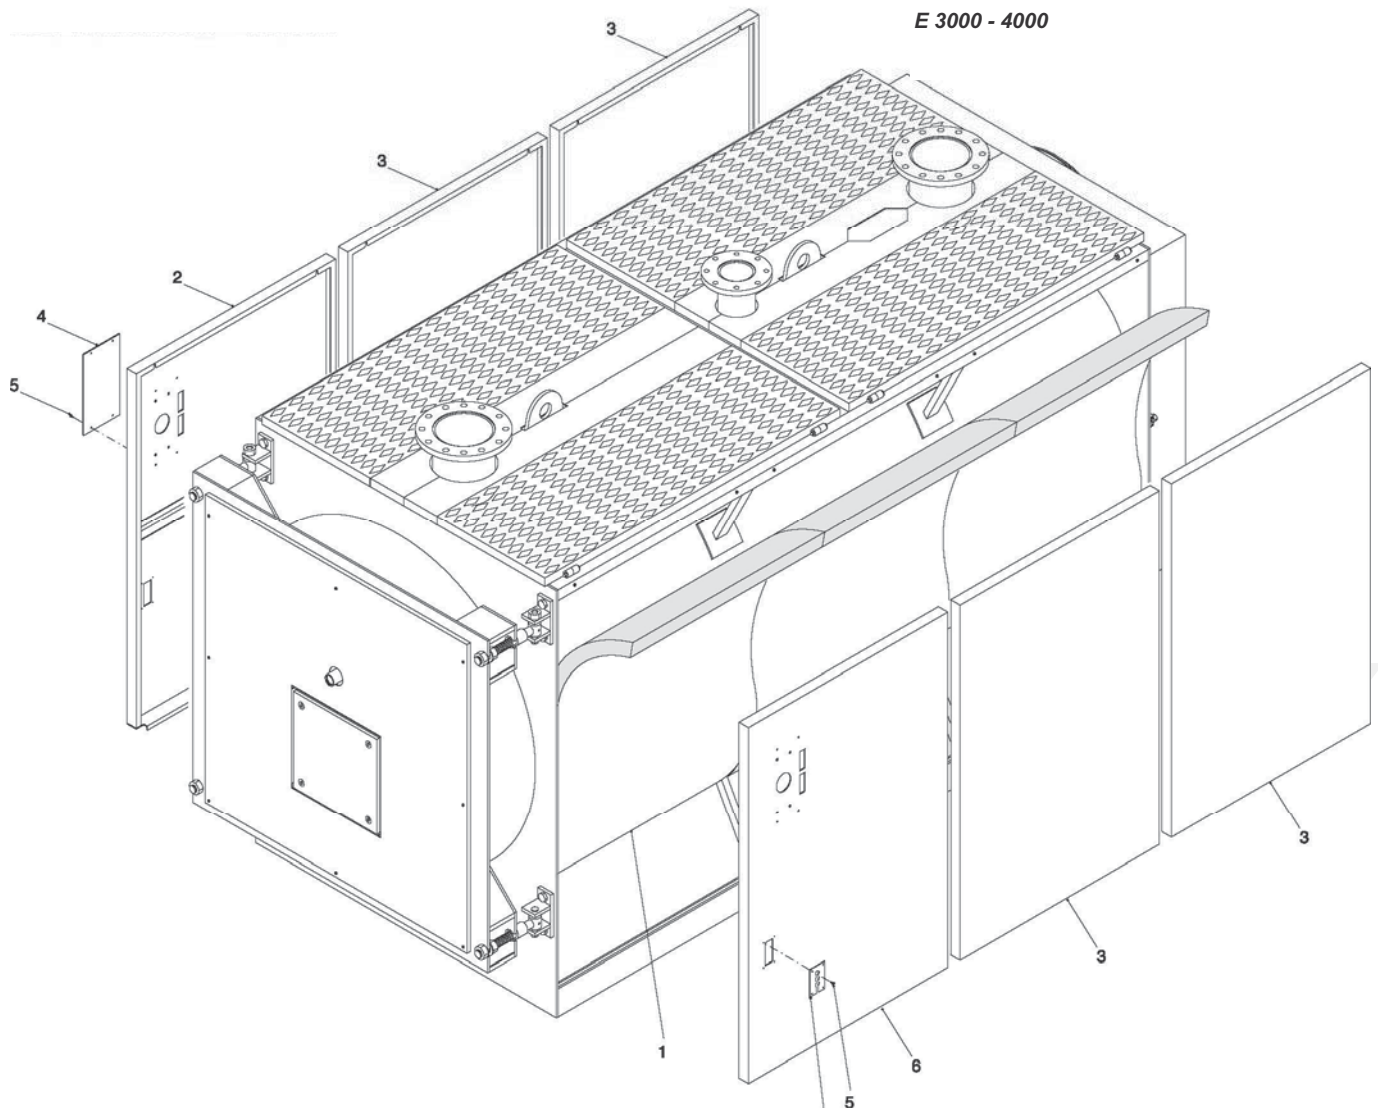

рис. 26
N.B. Для модели **E 2650** (см. рис. 25) обшивка и изоляция находятся в четырех коробках. Для моделей **E 3000** и **E 3500** (см. рис. 26), обшивка и изоляция находятся в трех упаковках. Для модели **E 4000** (см. рис. 26) обшивка и изоляция находятся в четырех упаковках с маркировкой:
Последовательность монтажа (см. рис. 26)